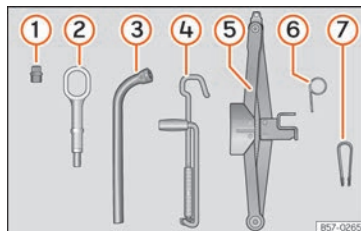

Abb. 73 Im Gepäckraum unter dem Gepäckraumboden: Bordwerkzeug.
- Schieben Sie die Kunststoffklammer (Bordwerkzeug » » » **Abb. 73** ⑦) so weit auf die Abdeckkappe, bis sie einrastet » » » **Abb. 75**.